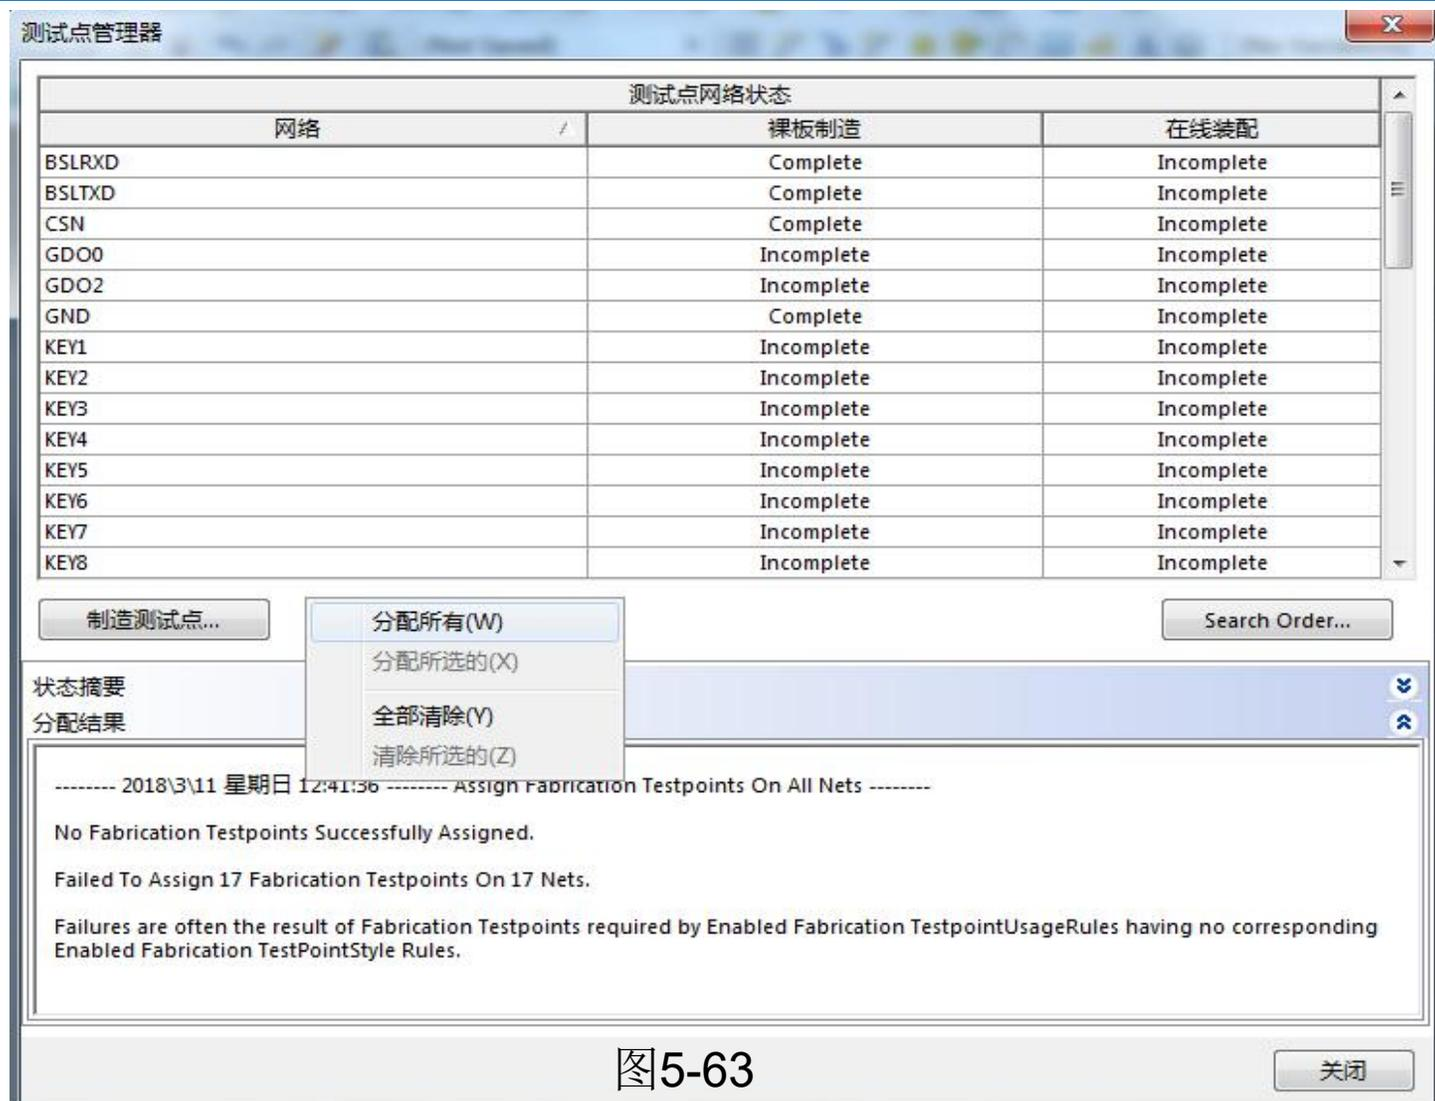

图5-63
(1) 在AD主界面主菜单下，选择“工具-测试点管理器”（Tools—Testpoint Manager）。
(2) 如图5-63所示，出现测试点管理器设置对话框界面。
(3) 单击图中的“制造测试点...”按钮在浮动菜单内，选择“分配所有”。
(4) 单击图中的“装配测试点...”按钮，在浮动菜单内，选择“分配所有”命令。
(5) 设置测试点完毕，关闭“测试点管理器”对话框。